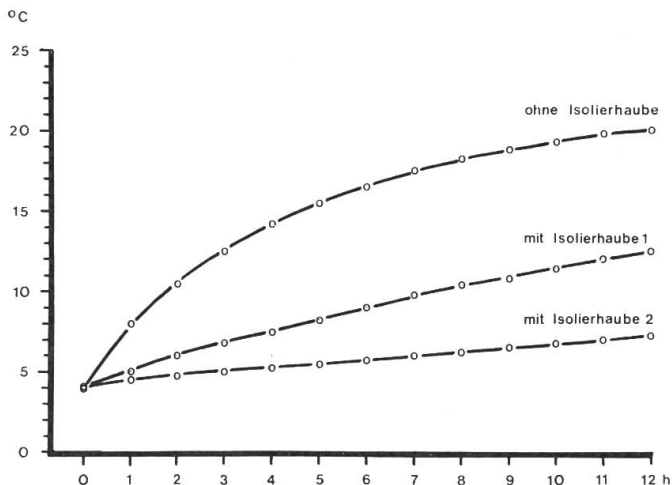

Abb. 21: Erwärmung der Milch mit und ohne Isolationshaube (1 ohne 2 mit Bodendeckel).
- zur Kühlhaltung der Milch in Kannen für ca. 10 Std. eignen sich Isolierhauben (z. B. aus Schaumpolystyrol); ohne Isolation des Kannenbodens (Bodendeckel) ist die Wirkung der Hauben jedoch unbefriedigend (Abb. 21)